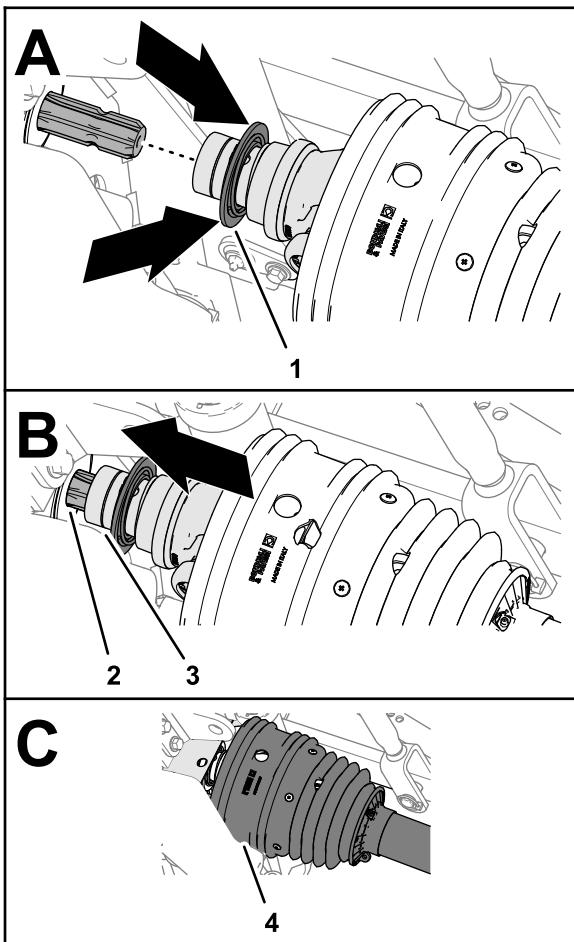

図 27
4. ロックカラーを引いたまま、駆動シャフトのヨークを前進させてヨークのソケットを、PTO出力シャフトのスプラインにはめ込む図 27。
6. 駆動シャフトのヨークにシールドがはまっていることを確認する図 27。
3. 駆動シャフトのヨークにあるカラーをスライドさせる図 27。